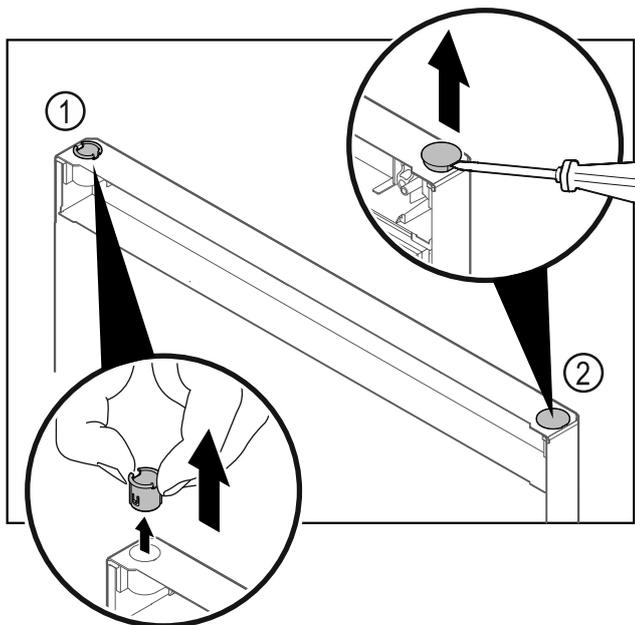

Fig. 35 Saldētavas nodalījuma durvis
- ▶ Izvelciet ar pirkstiem eņģes ieliktni Fig. 35 (1).
- ▶ Paceliet uzmanīgi ar plakano skrūvgriezi un izvelciet ārā nosedzošo aizbāzni Fig. 35 (2).